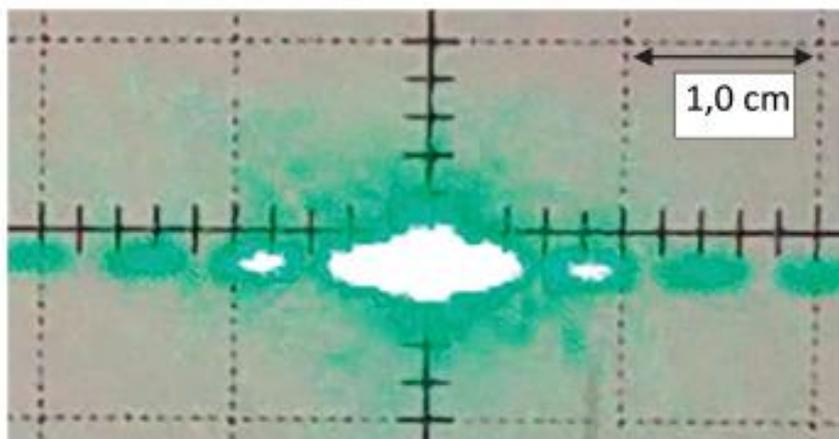

Figure 4 : Photographie de l'écran de l'appareil de contrôle
- 6. En utilisant la figure 4, estimer la valeur de la largeur de la tâche centrale de diffraction de ce fil de suture.